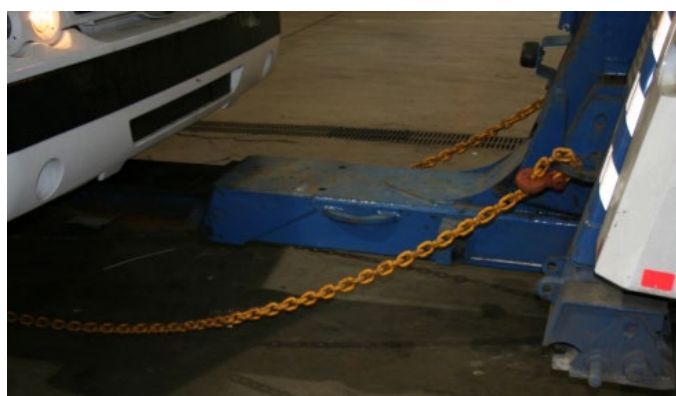

FIGURE 49
12. Utiliser des câbles élastiques pour tendre les chaînes de sécurité (Figure 49).